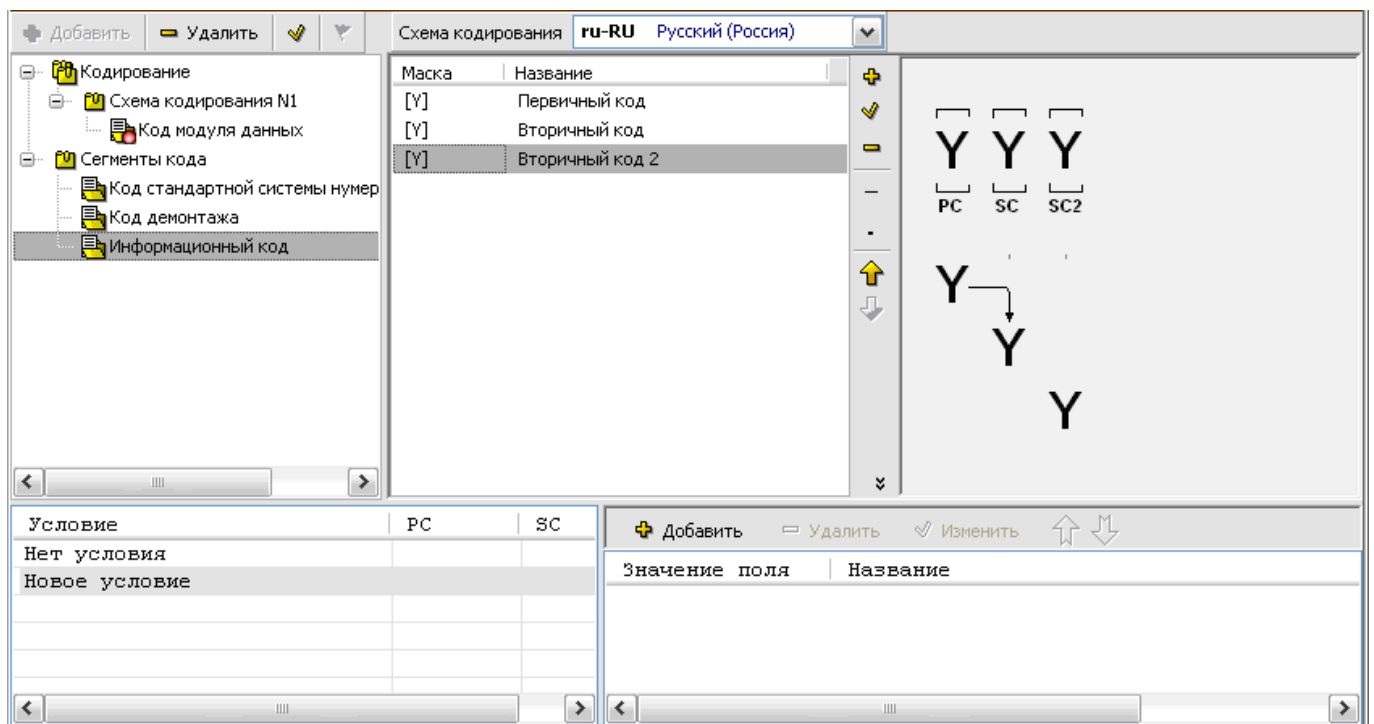

Рис. 2.37
1. На вкладке **Схема кодирования** выделите строку **Вторичный код 2** (Рис. 2.37).
2. В левом нижнем окне редактора в столбце **Условие** выделите **Новое условие** (Рис. 2.37).